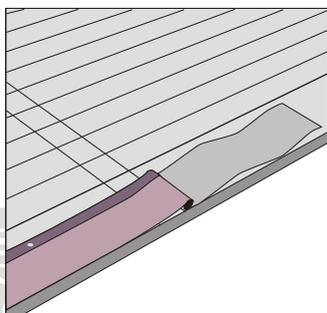

Abb.2 Verlegung des Traufbandes
- Elite-First, das selbstklebende Traufband, wird mit einem Edelstahl-Nagel pro Laufmeter befestigt (vorher den Schutzfilm an der Rückseite entfernen) (Abb.2).